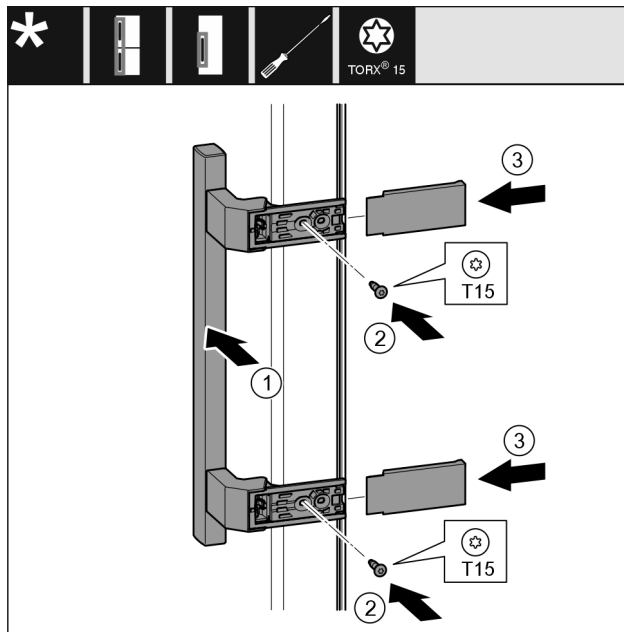

Fig. 25
- Coloque el tirador Fig. 25 (1) en el lado opuesto.
- Apriete los tornillos Fig. 25 (2) con el destornillador.
- Coloque las cubiertas Fig. 25 (3) lateralmente y empújelas.